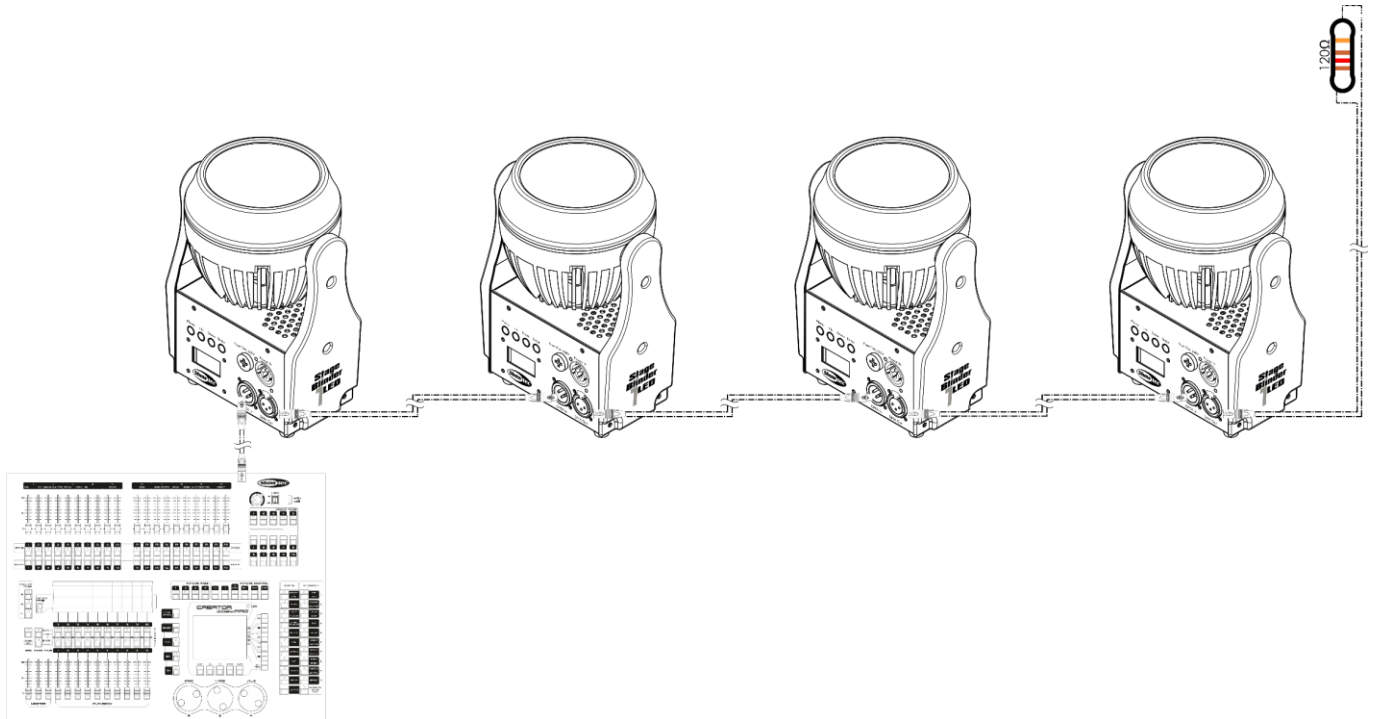

Abb. 02
- 05) Verbinden Sie die Geräte wie in Abb. 02. Verwenden Sie ein DMX-Datenkabel, um den Ausgang (OUT) des ersten Geräts mit dem Eingang (IN) des zweiten Geräts zu verbinden. Wiederholen Sie diesen Vorgang, um das zweite, dritte und vierte Gerät ebenfalls zu verbinden.